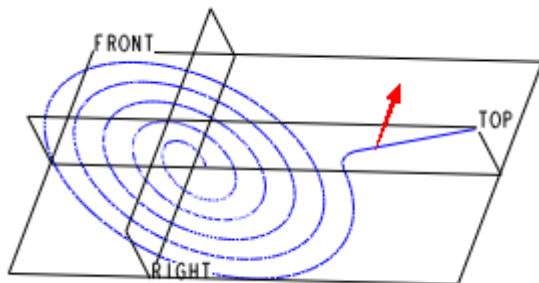

图 57-8
- (1) 单击菜单【插入】 【扫描】 【伸出项】命令。
- (2) 在弹出的【扫描轨迹】菜单中单击【选取轨迹】 【依次】|【选取】选项。
- (3) 按下 CTRL 键，在模型中依次选择步骤 2、步骤 3 建立的曲线，然后单击【完成】，结果如图 57-8 所示。